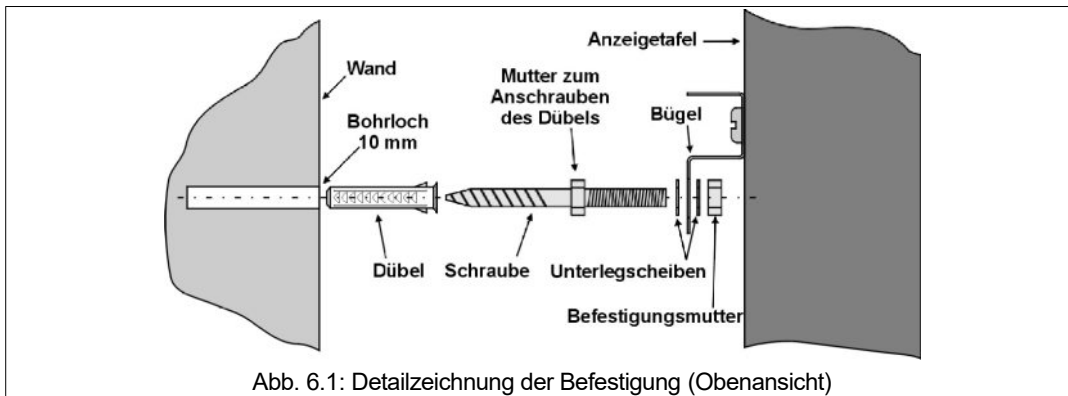

Abb. 6.1: Detailzeichnung der Befestigung (Oberansicht)
2. Den Dübel in jedes der beiden Bohrlöcher stecken und dann die Schraube zuschrauben, indem die Mutter mit dem entsprechenden 13 mm Schlüssel angezogen wird (siehe Abb.6.1); dann die Unterlegscheibe zwischenlegen.